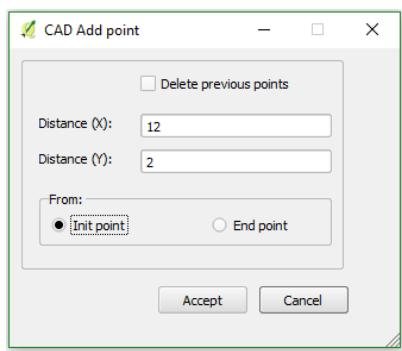

Imagen 90: El segundo nodo se situará encima del punto rojo, generado usando la herramienta *Añadir punto relativo*.
10. El primer paso es el de generar una nueva capa borrador temporal (Imagen 90). Esta debe ser de tipo lineal, con el mismo EPSG que nuestro proyecto. Una vez creada, ponemos la capa en edición y clicamos sobre ‘Añadir objeto espacial’.